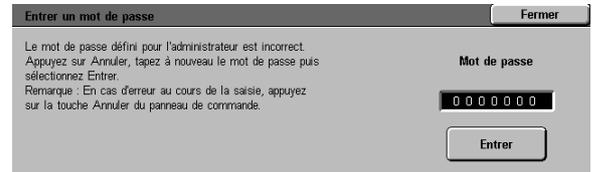

Figure 13: Ecran Mot de passe de l'administrateur
- 1 A partir de l'écran Gestion de l'Auditron, appuyez sur **Mot de passe de l'administrateur** pour afficher l'écran correspondant (figure 13).